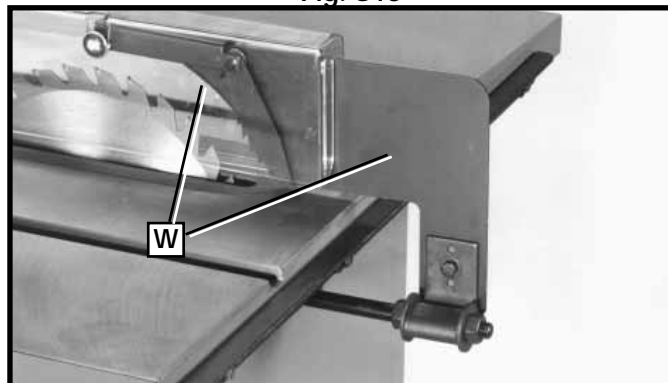

Fig. S14
⚠ PRECAUCIÓN Para ciertas operaciones de corte (ranuras y molduras) en las que la pieza de trabajo no se corta totalmente, no se puede usar el ensamble de protector de hoja y hendedor (W) Fig. S14. Necesita ser quitado.